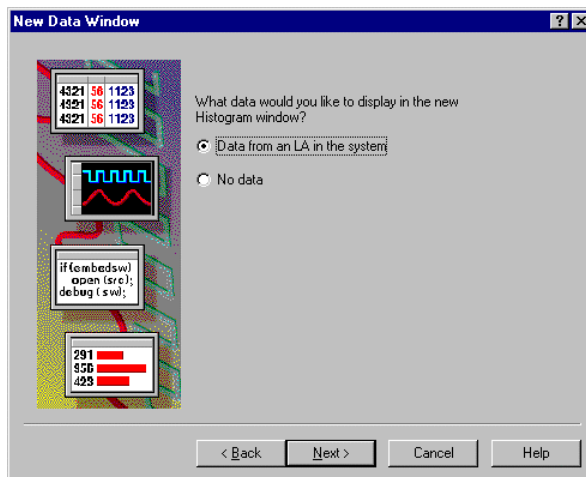

図 F-11 : [New Data Window]ウィザードの 2 番目のダイアログ・ボックス
3. 図 F-11 のダイアログ・ボックスが現れるので、[Data from an LA in the system]オプション・スイッチが選択されていることを確認し、<Next>ボタンをクリックします。